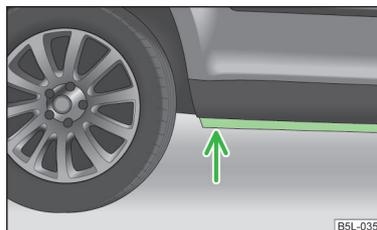

Fig. 98
- El nivel del agua debe llegar como máximo al alma del larguero inferior » fig. 98.